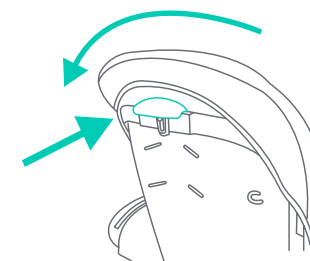

Fig. 12
12) • Presione la palanca de reclinación en la parte posterior del asiento y ajuste en la posición que desee, ya sea reclinable o erguida (Fig. 12). Cuando ajuste la posición del respaldo del asiento, tenga cuidado de que no queden atrapados los brazos, las manos ni las piernas del niño.